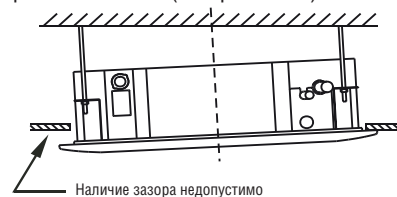

Рисунок 4-16
- Если после затяжки винтов сохраняется зазор между панелью и подвесным потолком, необходимо изменить высоту подвеса внутреннего блока. (См. рис. 4-16).